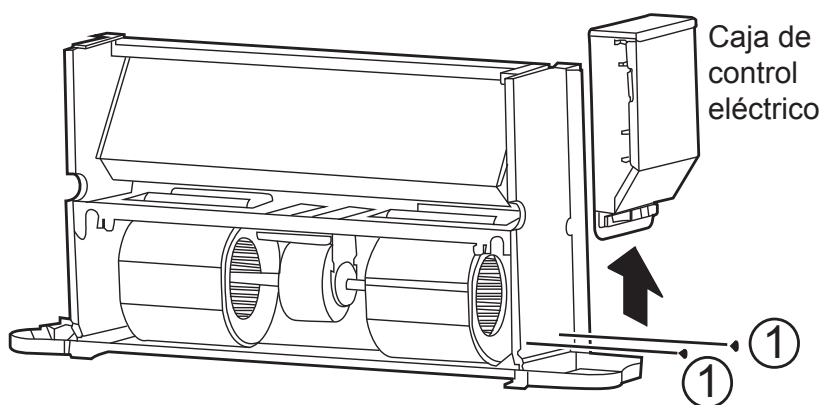

Imagen 12.5.4 Extracción de la caja de control eléctrico
f) Tal como se muestra en la Imagen 12.5.4, retire los tornillos ① *2 para retirar la caja de control eléctrico.